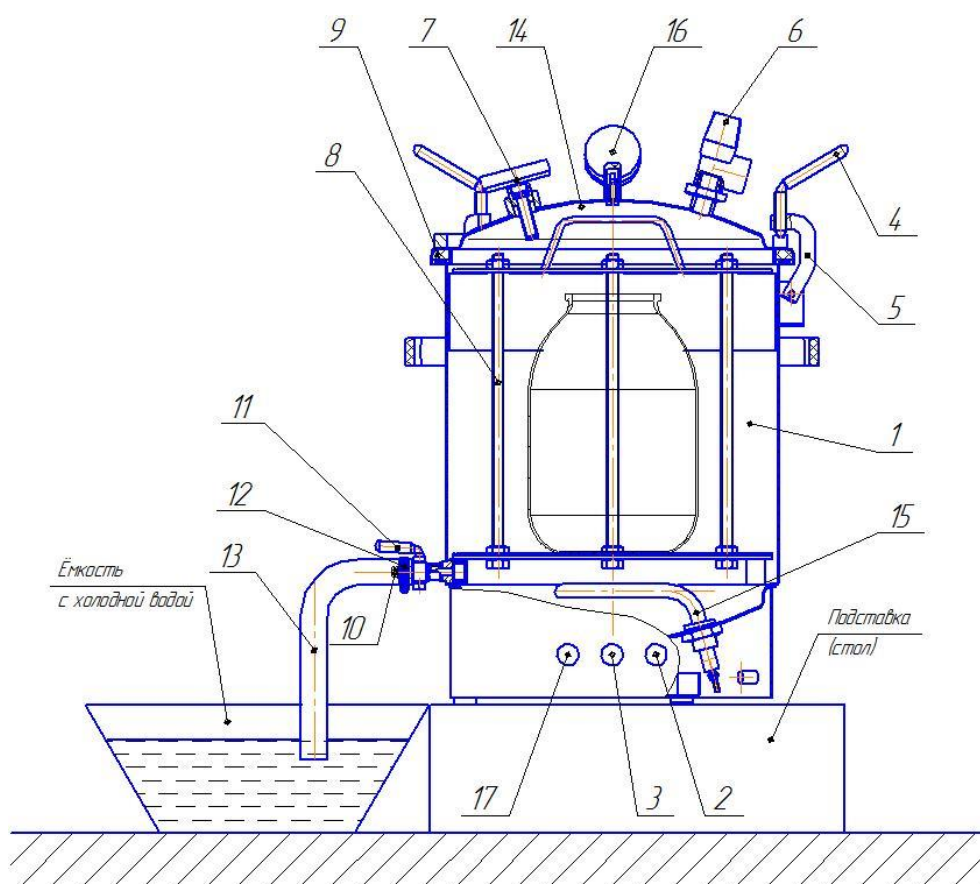
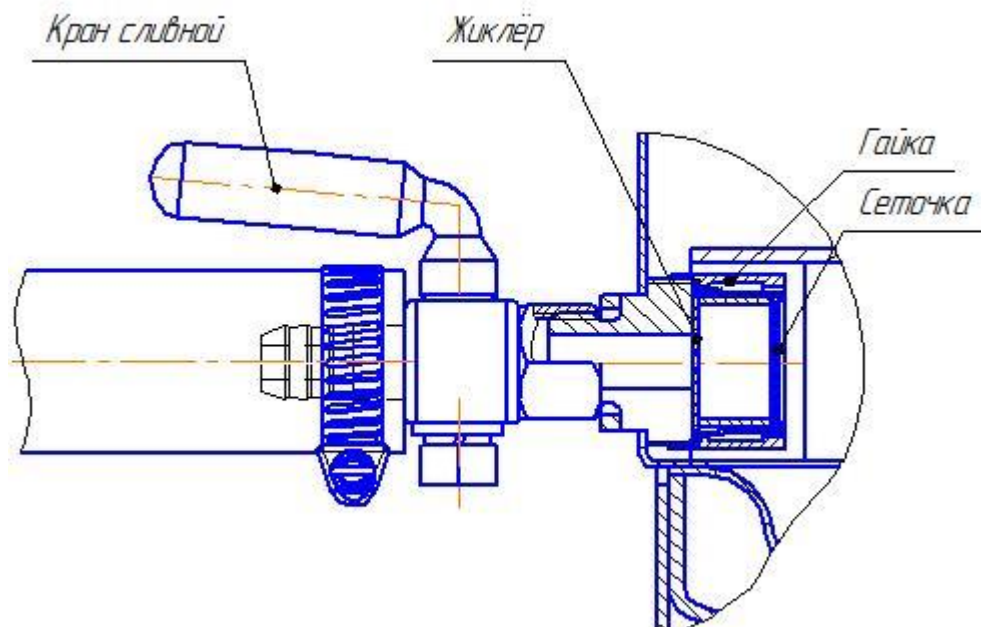

Рис. 1. Схема автоклава в сборе
Рис. 5 Кран сливной
4.4. Для защиты от брызг и пара при сливе воды с температурой свыше 100 °С, конец шланга слива 13 (рис.1) опустить в ведро (или другую ёмкость) с небольшим количеством холодной воды (водяной затвор) и закрепить его (например, привязав шланг к ручке ведра), иначе возможны хаотичные движения шланга с выбросом пара и горячей воды во все стороны в первые минуты слива воды.
- не открывать ручки 4 (рис. 1) крышки автоклава;
- при необходимости сбросить давление в автоклаве, повернув головку предохранительного клапана 6 (рис. 1) не достигая щелчка (для предотвращения попадания пара на руку надеть защитную перчатку), до полного прекращения выхода пара;
- отвинтить ручки 4 (рис. 1), отбросить кронштейны 5 и снять крышку 14;
5.2. Установить автоклав на подставку (рис.1).
5.4. Ввернуть манометр 16 в штуцер крышки 14 (рис. 1) (резьбу уплотнить).
5.7. Снять крышку 14 (рис.1), аккуратно опустить кассету с банками в корпус автоклава.
5.8. Налить в корпус 1 (рис.1) воду из-под крана или другого источника, уровень воды должен быть на 2 см ниже верхней кромки корпуса.
5.9. Установить крышку 14 (рис.1) на место. Набросить на крышку кронштейны 5 с ручками 4 (рис.1) и, равномерно крест-накрест затягивая ручки 4 прижать крышку к корпусу.
5.15. Поддерживать температуру стерилизации в течение времени, рекомендуемого в выбранном Вами рецепте. Контроль температуры осуществлять по стрелочному термометру 7 (рис.1), поддерживать её постоянной, включая или выключая ТЭН кнопками «ПУСК» и «СТОП». Время контролировать по часам. Для контроля давления и косвенно температуры на крышке 14 установлен манометр 16. При показании манометра равном 2 bar, температура в автоклаве должна быть ~120°C. Если термометр показывает значительно меньше, то значит, он не исправен. Если термометр показывает температуру более 120°, а манометр показывает менее 2 bar и при дальнейшем нагреве начинает срабатывать предохранительный клапан, то значит, неисправен манометр.
- открыть кран 11 (рис.1) для слива воды, слив воды происходит через жиклер (рис. 5) за 20-30 минут (смотри пункт 4.4.).
5.18. После остывания автоклава до 95°C повернуть головку предохранительного клапана 6 (рис.1) и выпустить из автоклава пар. Эти действия позволят продолжиться процессам: слива воды и более интенсивному остыванию кассеты с банками.
5.20. Отвинтить ручки 4 (рис.1), отбросить кронштейны 5, снять крышку 14.
5.21. Вынуть кассету 8 (рис.1) из автоклава и установить в безопасное место для дальнейшего остывания.
5.24. В случае затруднения сброса воды, перед следующей стерилизацией необходимо промыть (продуть) жиклёр (рис. 5). Для этого: открутить гайку, извлечь жиклер, открыть кран, тщательно промыть отверстие жиклёра и сеточку проточной водой (продуть воздухом). После чистки и мойки, установить все в обратном порядке.
6.1. Убрать из автоклава кассету 8 (рис. 1).